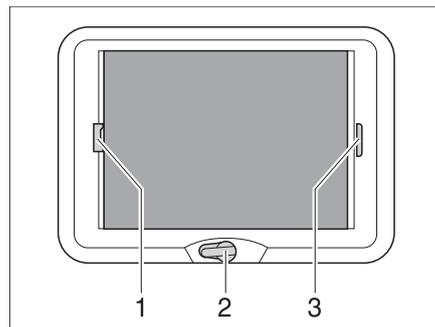

Bild 89 Kurbelhub-Dachhaube
*Öffnen:* ■ Die Handkurbel (Bild 89,2) drehen, bis Widerstand spürbar ist (max. Öffnungswinkel 70°).
*Schließen:* ■ Die Faltverdunklung am Griff (Bild 89,3) ziehen und an der gewünschten Position loslassen. Die Faltverdunklung bleibt in dieser Position stehen.
- Den Insektenschutz am Griff (Bild 89,1) zum gegenüberliegenden Griff der faltverdarkung (Bild 89,3) ziehen und einrasten lassen.
- Den Griff des Insektenschutzes (Bild 89,1) hinten nach oben drücken und den Insektenschutz an der faltverdarkung (Bild 89,3) aushängen.